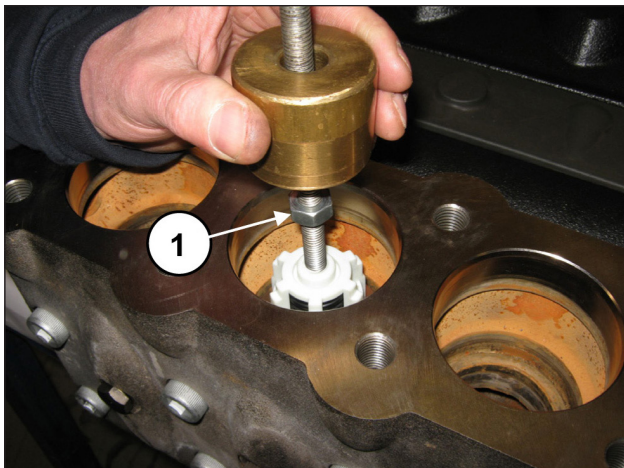

Abb. 104
Entfernen Sie die Druckventilgruppe mithilfe eines Abziehers mit Schlagwerk (Art. 27516400) an der Bohrung M10 der Ventilfehrung (Pos. ①, Abb. 104) oder, zusätzlich, eines eventuellen Adapters M10-M16 (Art. 25089700) am Gewinde M16 der Ventilfehrung.